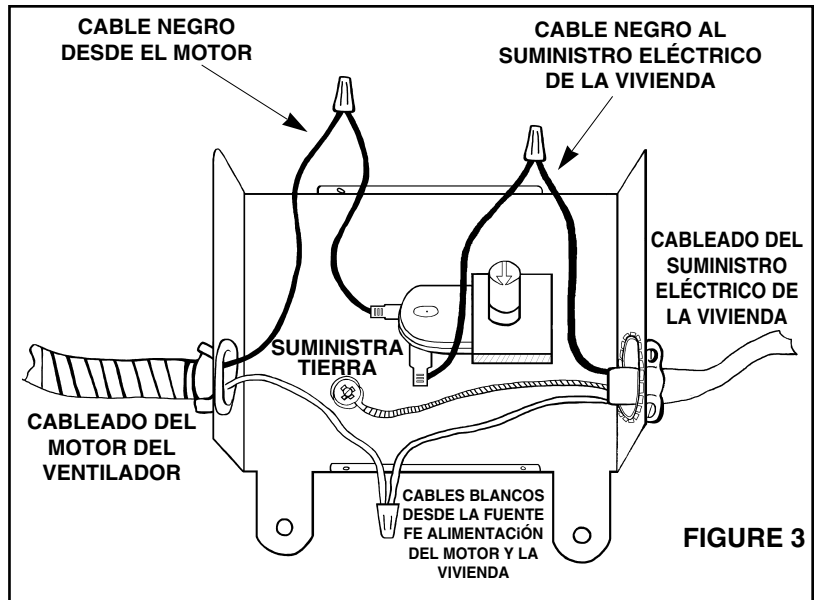

FIGURE 3
1. Refer to Figure 3. Run 120vAC wiring to the outlet box and secure with standard box connector.
1. Consulter la Figure 3. Acheminer un fil 120 V c.a. jusqu'à la boîte électrique, puis le fixer en place au moyen d'un connecteur électrique.